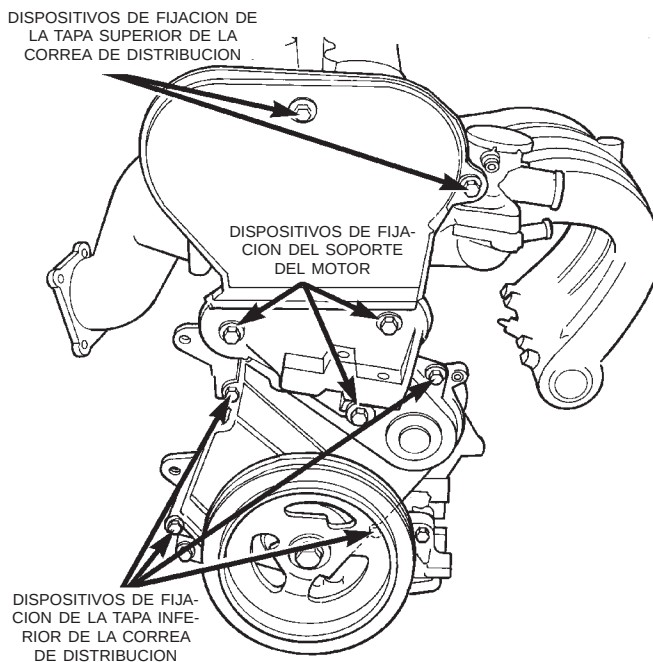

Fig. 56 Tapas delanteras de la correa de distribución
- (1) Retire el amortiguador del cigüeñal. Consulte el procedimiento en esta sección.
- (2) Retire la polea guía de la correa del generador.
- (3) Retire los sujetadores de la tapa de la correa de distribución delantera (Fig. 56) y retire las cubiertas.
- (4) Retire la ménsula del soporte del motor (Fig. 56).
- (1) Instale la ménsula del soporte del motor y la tapa delantera de la correa de distribución (Fig. 56).
- (2) Instale la polea guía de la correa del generador y apriete el perno con una torsión de 54 N·m (40 lbs. pie).
- (3) Instale el amortiguador del cigüeñal. Para informarse, consulte el procedimiento de instalación del amortiguador del cigüeñal.